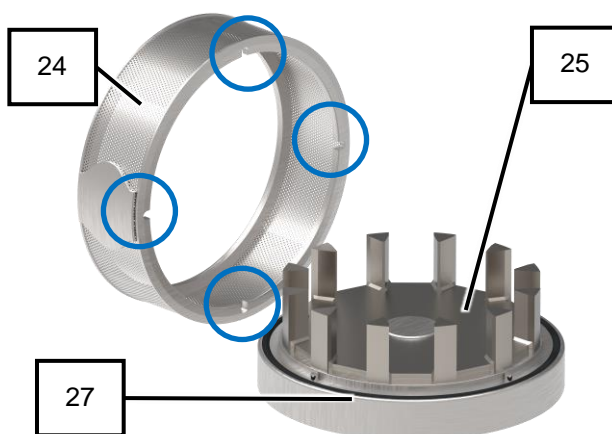

図 21: リングスクリーンとローター
8. ローター (25) がベースプレート (27) の上にくるように、ローターシャフト (11) に装着します。
9. 凸部がローターシャフト (11) と正しく噛み合っていることを確認します。
10. ローター (25) が装着されている状態で、リングスクリーン (24) をカセット (26) に装着します (図 21)。
11. すべり止め機構が正しく噛み合っていることを確認してください (図 21)。